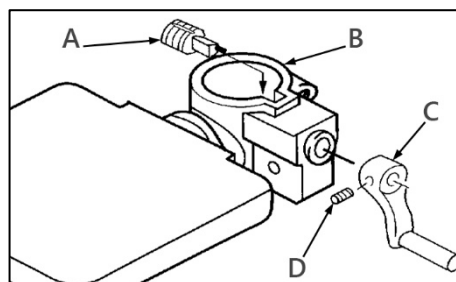
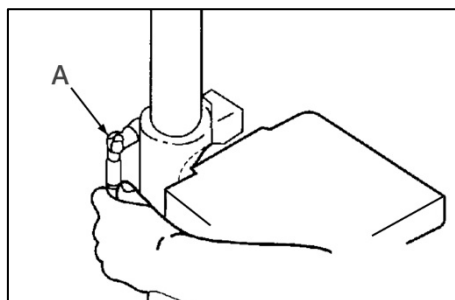

Рисунок 4.
Рисунок 6.
Если кронштейн рабочего стола не предустановлен на колонну, вставьте вал (А) червячной передачи (рис. 4) в кронштейн (В) стола до упора. Закрепите рукоятку (С) на валу с помощью установочного винта (D).
Установите ручку фиксации (А) рабочего стола (рис. 6). Для перемещения стола вверх – ослабьте ручку (А) и вращайте ручку (С) (рис. 4) по часовой стрелке, для перемещения вниз – против часовой стрелки. После настройки затяните рукоятку (А) (рис. 6).